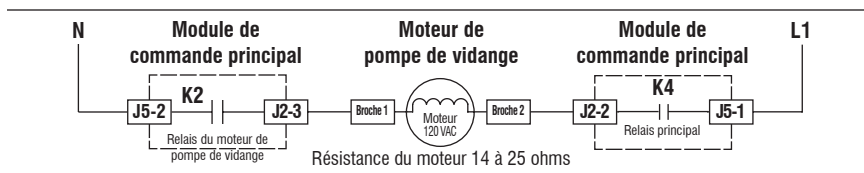

Figure 6 - Schéma de circuit de la pompe de vidange
**NOTE :** Consulter la figure 6 “Schema de circuit de la pompe de vidange” pour ce qui est des tests et mesures.